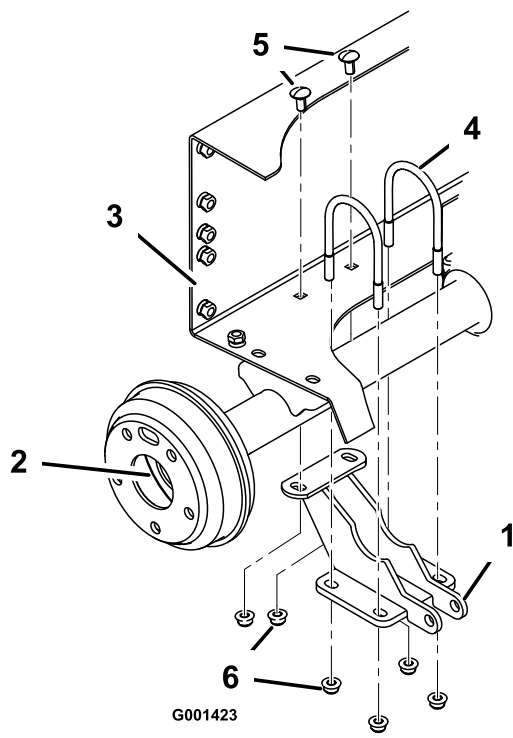

図 10
1. 昇降シリンダのサポートを、後アクスルの右端に、取り付け穴をバッテリー・トレイの穴に揃えて仮止めするUボルト2本と、フランジナット3/8 インチ4本を使う 図 10。
- 昇降シリンダのサポートを後フレームに固定するキャリッジボルト3/8 x 1 インチ2本とフランジナット3/8 インチを使用する。ブラケットとアクスルとを確実に整列させながら、Uボルトについているフランジナット4本を均等に締め付ける。ブラケット後部を後フレームに固定しているナット2個を締め付ける 図 10。